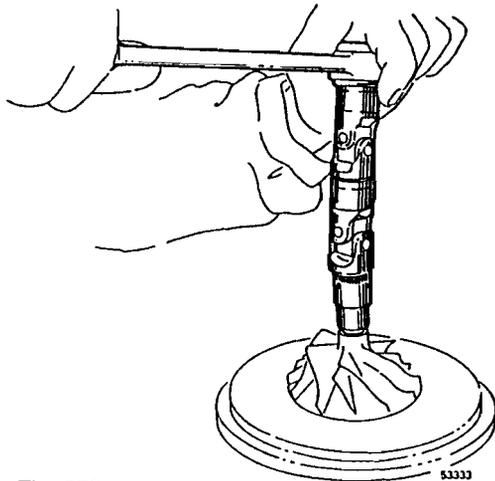

Fig. 253
**NOTA: Para evitar que se deforme el eje al quitar la tuerca, hay que utilizar dos articulaciones universales, véase la fig. 253.**